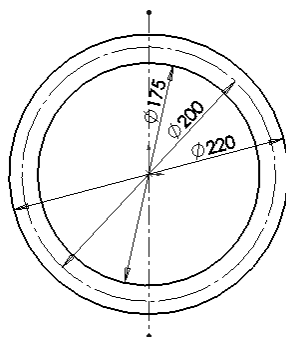

图 9-51 绘制一条中心线
- [1] 在前视基准面中绘制一条中心线，如图 9-51 所示。